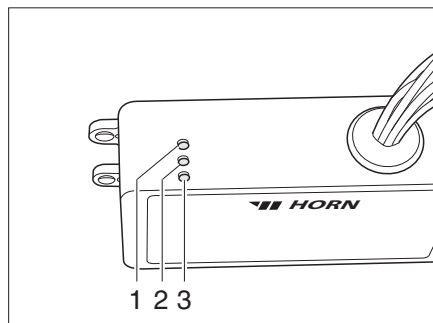

Bild 216 Regelgerät
Das Regelgerät (Bild 216) ist im Kleiderschrank eingebaut. Die Kontroll-Leuchten auf dem Regelgerät haben folgende Bedeutung:
- Kontroll-Leuchte (Bild 216,2) leuchtet grün: Regelung in Betrieb.
- Kontroll-Leuchte (Bild 216,1) leuchtet rot: Abwassertank wird beheizt.
- Kontroll-Leuchte (Bild 216,3) leuchtet rot: Abwasserleitungen werden beheizt.